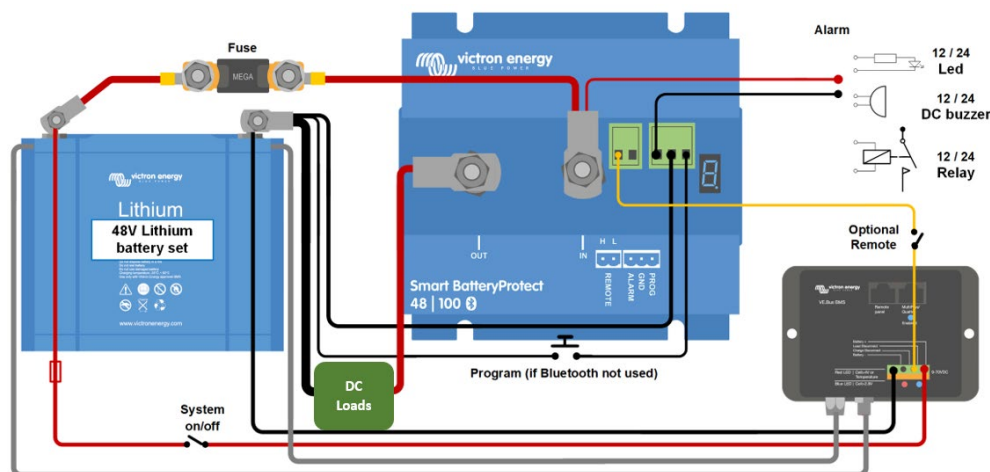

Abbildung 4: System mit Li-Ionen-Akku (einsetzbar mit VE.Bus BMS oder smallBMS)
- Im Lithium-Ionen-Modus beobachtet das SBP eine Totzeit von 30 Sekunden, nachdem der externe Eingang des SBP freischwebend geworden ist. Eine detaillierte Beschreibung finden Sie im Hinweis unter Abbildung 4.